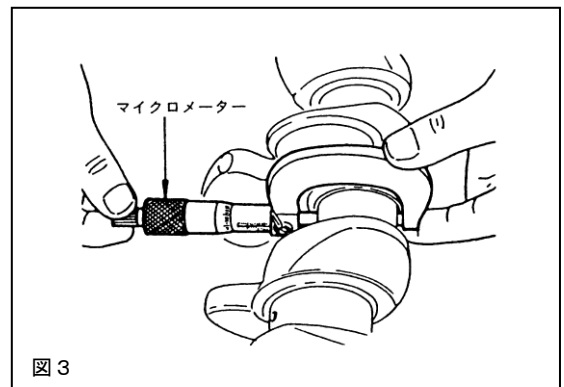
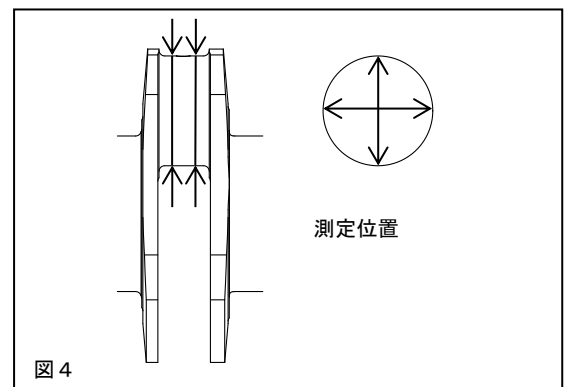

図3
図4
3. 5 クランクピンを測定する場合は、図3、図4を参照し、クランクシャフトのピン径をマイクロメータを使用して測定してください。（大きい値を計算に使用する。）